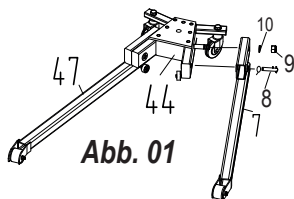

Abb. 01
- Siehe Abbildung 01: Bringen Sie den linken Standfuß Nr. 7 durch Einführen des Befestigungsstifts an der Basis Nr. 44 an. Legen Sie die Unterlegscheibe Nr. 10 und die Schraube in die Mutter Nr. 9 ein. Führen Sie den Stift Nr. 8 bis zum Anschlag durch Nr. 7 und Nr. 44. Drehen Sie ihn um 180° und sichern Sie ihn mit dem O-Stift. Gehen Sie für den rechten Standfuß Nr. 47 auf die gleiche Weise vor.